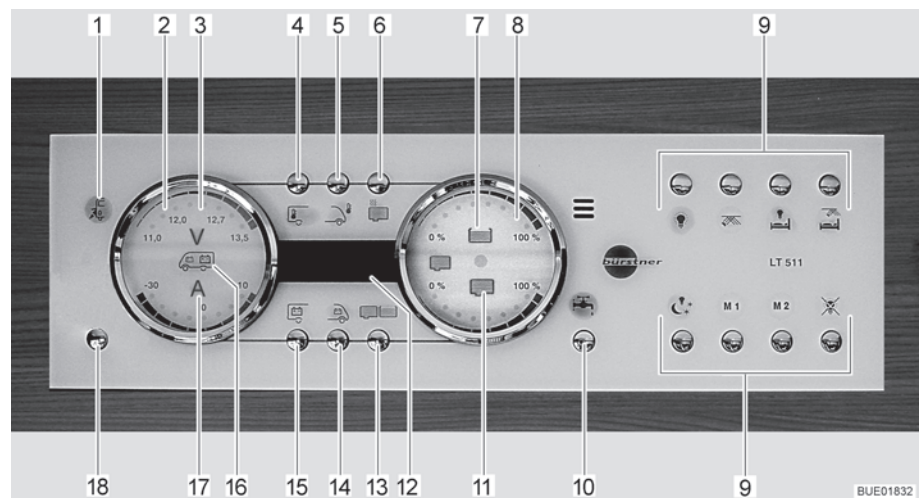

Fig. 119 Pannello di controllo LT 511
La spia di controllo a 230 V (Fig. 119,1) si accende quando all'ingresso della centralina elettrica è presente una tensione di rete.
L'interruttore principale a 12 V (Fig. 119,18) inserisce o disinserisce il pannello di controllo e l'alimentazione a 12 V dell'abitacolo.
- Premere brevemente il tasto dell'alimentazione a 12 V (Fig. 119,18). L'alimentazione a 12 V dell'abitacolo è inserita. L'indicatore di controllo "12 V" si accende.
- ▷ Se dopo l'accensione il LED "11,0" dell'indicazione dei Volt nonché il simbolo dei Volt "V" (Fig. 119,3) nell'indicatore delle batterie (Fig. 119,2) lampeggiano, significa che la tensione della batteria dell'abitacolo è insufficiente. Caricare la batteria.
- ▷ Se dopo l'accensione l'indicatore di controllo "12 V" e il simbolo dei Volt "V" (Fig. 119,3) lampeggiano tre volte, significa che la separazione della batteria è attivata. Disattivare la separazione della batteria.
- Premere brevemente il tasto dell'alimentazione a 12 V (Fig. 119,18). L'alimentazione a 12 V dell'abitacolo è disinserita. L'indicatore di controllo "Alimentazione a 12 V" si spegne.
- Premere il tasto della batteria dell'abitacolo (Fig. 119,15) e tenerlo premuto per ca. 10 secondi. Il simbolo dei Volt "V" (Fig. 119,3) e l'indicatore di controllo "12 V" lampeggiano tre volte. La batteria dell'abitacolo è separata dalla rete di bordo da 12 V.
- Premere il tasto "Alimentazione a 12 V" (Fig. 119,18) e tenerlo premuto per ca. 5 secondi. Il simbolo dei Volt "V" (Fig. 119,3) e l'indicatore di controllo "12 V" lampeggiano tre volte. La batteria dell'abitacolo è collegata alla rete di bordo a 12 V. L'indicatore di controllo si accende dopo ca. 5 secondi.
- Premere il tasto della batteria dell'abitacolo (Fig. 119,15). Il simbolo dei Volt "V" (Fig. 119,3) si accende. Il simbolo degli Ampere "A" (Fig. 119,17) diventa bianco o rosso a seconda del caricamento o dello scaricamento. La tensione della batteria e la corrente della batteria dell'abitacolo vengono indicate attraverso i LED nell'indicatore.
- Premere il tasto della batteria di avviamento (Fig. 119,14). Il simbolo dei Volt "V" (Fig. 119,3) si accende. La tensione della batteria della batteria di avviamento viene indicata attraverso i LED nell'indicatore.
Indicazione: ■ Premere il tasto dei serbatoi (Fig. 119,13). I simboli del serbatoio dell'acqua (Fig. 119,7) e del serbatoio delle acque grigie (Fig. 119,11) si accendono. I livelli di riempimento del serbatoio dell'acqua (scala superiore) e del serbatoio delle acque grigie (scala inferiore) sono indicati dai LED nell'indicatore.
Il simbolo del serbatoio dell'acqua (Fig. 119,7) o il simbolo del serbatoio delle acque grigie (Fig. 119,11) lampeggia se il serbatoio dell'acqua è vuoto o il serbatoio delle acque grigie è pieno.
Attraverso l'indicatore digitale (Fig. 119,12) è possibile visualizzare la temperatura interna e la temperatura esterna.
- Premere il tasto della temperatura interna (Fig. 119,4). Viene indicata la temperatura interna.
- Premere il tasto della temperatura esterna (Fig. 119,5). Viene indicata la temperatura esterna.